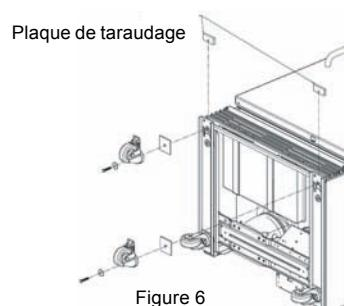

Figure 6
- Placez la plaque de taraudage entre la partie avant inférieure de la caisse et les rails de roulette, tel qu'indiqué à la figure 6. Assurez-vous que les trous taraudés de la plaque de taraudage sont alignés avec la fente centrale des rails de roulette.